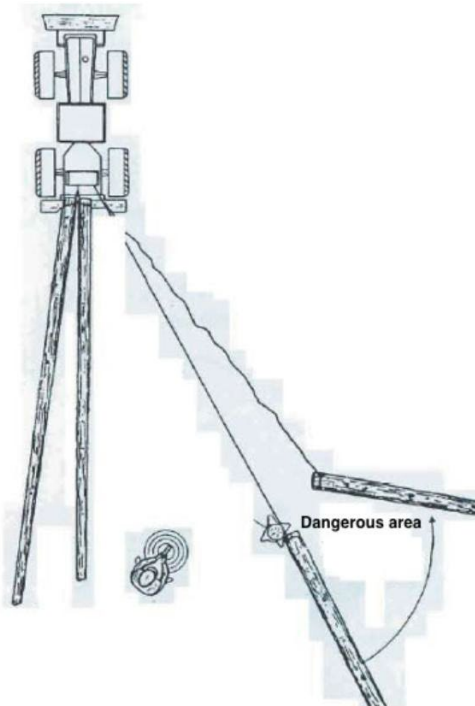

Abbildung 6
34. Die Winde darf nur von einem sicheren Platz aus bedient werden, an dem die Last, das Drahtseil, der Drahthaken oder die Winde selbst keine Gefahr für den Fahrer darstellen. Ein sicherer Platz kann auch der Traktorsitz sein, wenn die Winde mit einem ausreichend großen Sicherheitsnetz ausgestattet ist. Bei der Bedienung der Winde außerhalb des Traktorsitzes muss der Fahrer an einem sicheren Ort in ausreichender Entfernung vom Fahrzeug, z. B. hinter einem Baum, einen geeigneten Schutz finden, z. B. den Traktor selbst. Stämme können von der Seite neben dem Anschluss und kürzere Stämme schräg hinter der Ladung überwacht werden. (Siehe Abbildung 6).